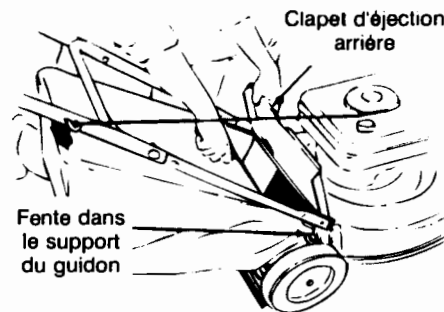

Figure 13
- **Pour modèles avec arrière roue de 7 po et 8 po.** Enfoncez les crochets du sac à herbe dans les fentes du support du guidon. Voir la figure 13. Refermez le clapet arrière.